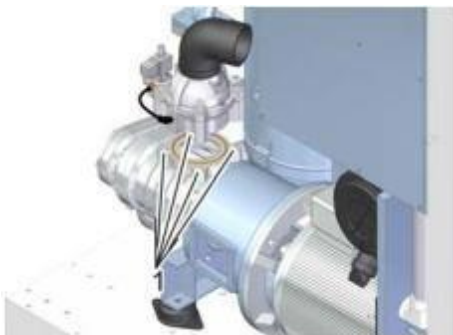

Рис. 31: Крепежные винты регулятора впуска
1. ➔ Отвинтить крепежные винты регулятора впуска (Рис. 31 поз.1).
4. ➔ Снова установить регулятор впуска и затянуть крепежные винты (Рис. 31 поз.1).